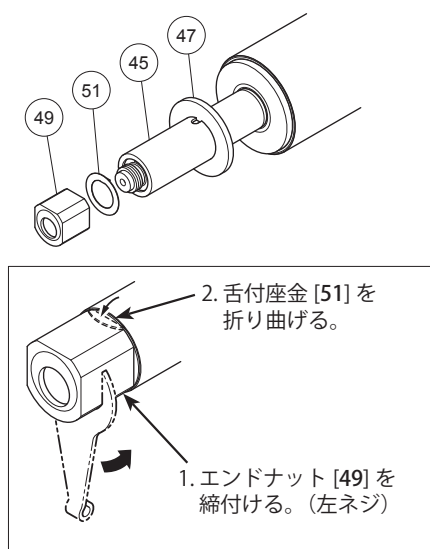

図 4-19 舌付座金の取り付け
- (3) シャフト後部のエンドナット [49] を取り付ける前に舌付座金 [51] を挿入し、エンドナット締め付け後エンドナットがゆるまないように、舌付座金を折り曲げておいてください。(図 4-19 参照)